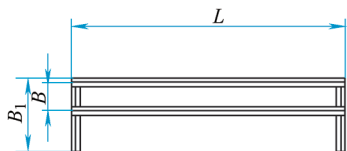

图 2
(1) 焊接工装的制作 根据中壳体门框的长度，用 L 为8mm的角钢焊一个图2所示的焊架，焊架的长度 L 为门框长度加埋弧焊机的自身长度，宽度 B 为埋弧焊机的轮距，宽度 B_1 根据现场的实际情况而定。